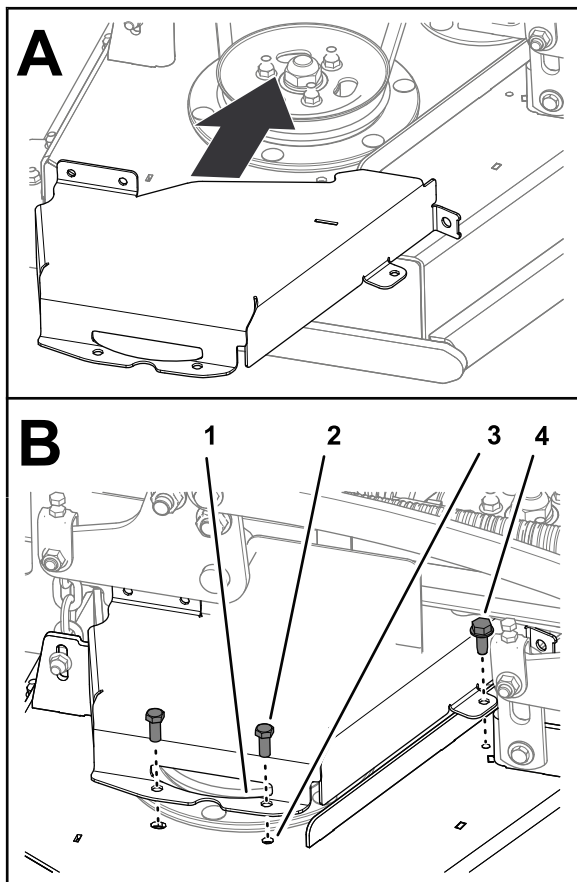

Figure 40
1. Fixez le protège-courroie droit au plateau (Figure 40) à l'aide des 2 boulons que vous avez retirés sous Dépose du protège-courroie gauche (page 28).